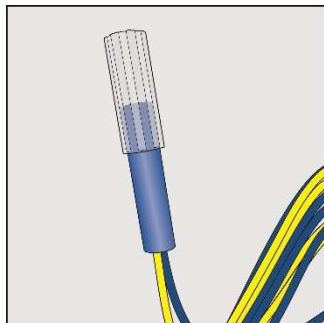

Abb. 3-30
- Einige Zünder sind mit einem Kunststoffanschluss ausgestattet (z.B. Rock*Star III Omega), der eine schnelle und sichere Herstellung des Zündkreises ermöglicht (Abb. 3-30).